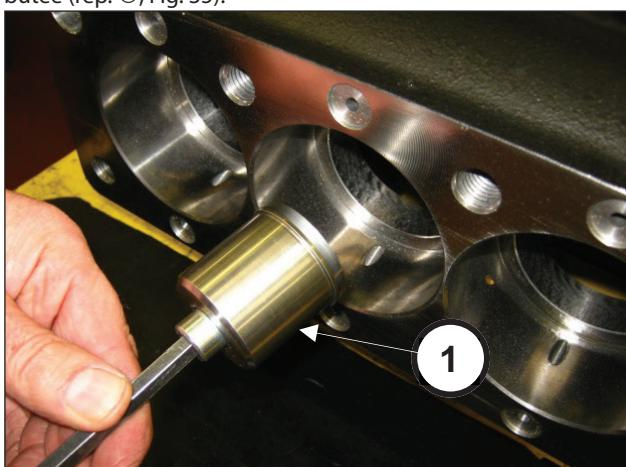
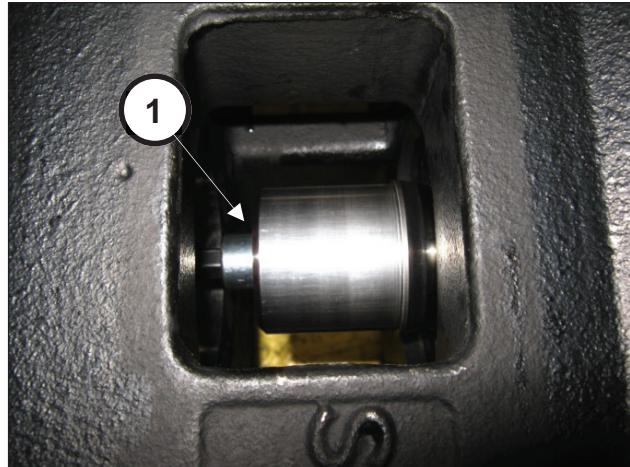

Fig. 34
Fig. 35
Placer l'outil (rep. ①, Fig. 34) et le visser sur la tige jusqu'en butée (rep. ①, Fig. 35).